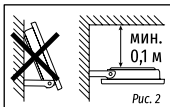

Рис. 2
2. При установке соблюдайте правило, указанное на Рис. 2.